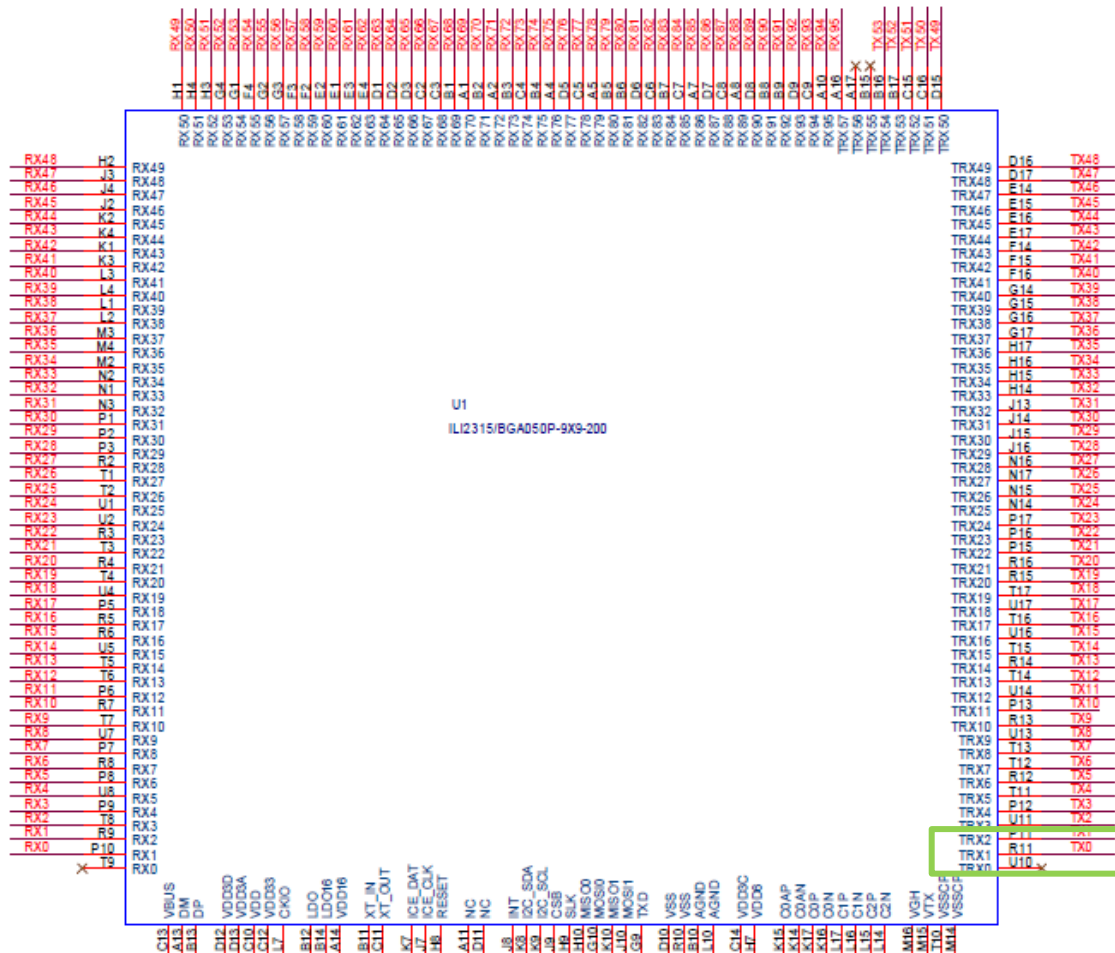

Figure 5-75: 設定觸控驅動通道運算掃描方向示意圖
- 範例說明：下圖 Figure 5-75 示意。電路圖設計 **TX0**(紅色示意)，對映到 IC 內部腳位是 **TRX1**(藍色示意)也是設定通道數較小的部分。所以此例 TX_DIRECTION 設定為 1。